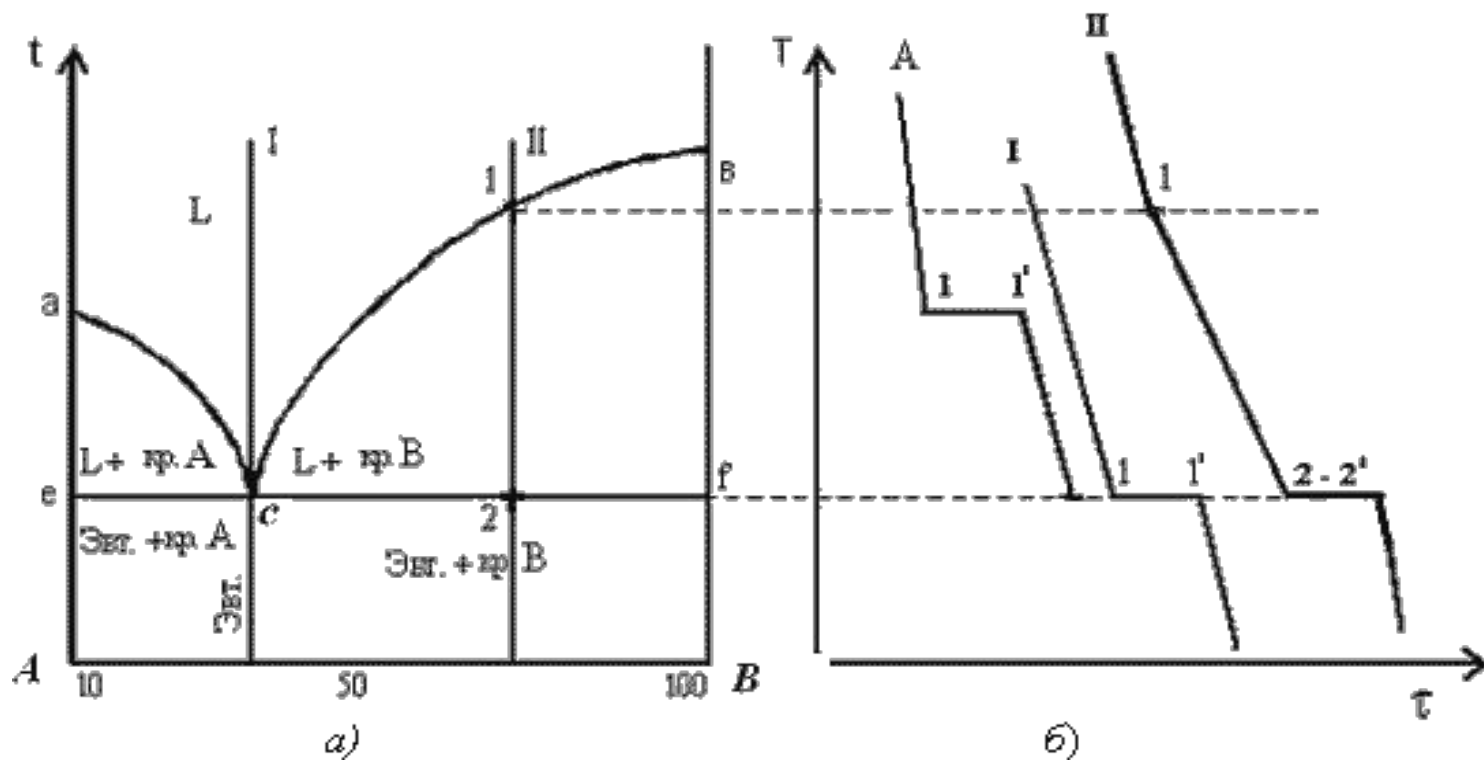

Рис.4.8 Диаграмма состояния сплавов с отсутствием растворимости компонентов в твердом состоянии (а) и кривые охлаждения сплавов (б)
- На линии АВ диаграммы (рис. 4.8) жидкие сплавы начинают выделять при охлаждении кристаллы компонента А а на линии СВ — кристаллы компонента В.